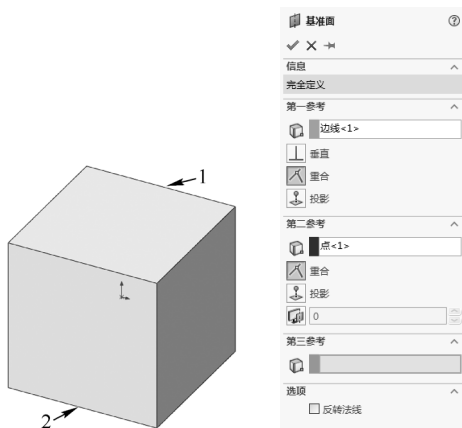
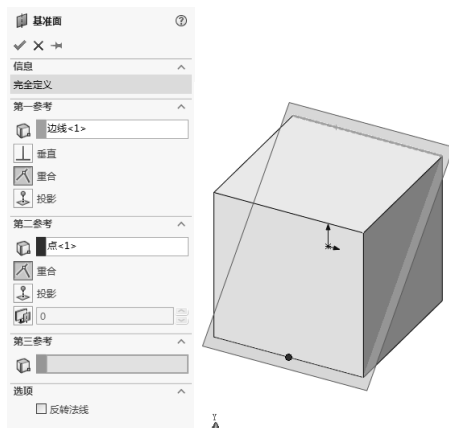

图 4-2 打开的文件实体
图 4-3 “基准面”属性管理器
2) 设置属性管理器。在“第一参考”列表框中，选择图 4-2 所示的边线 1。在“第二参考”列表框中，选择图 4-2 所示的边线 2 的中点。“基准面”属性管理器设置如图 4-3 所示。